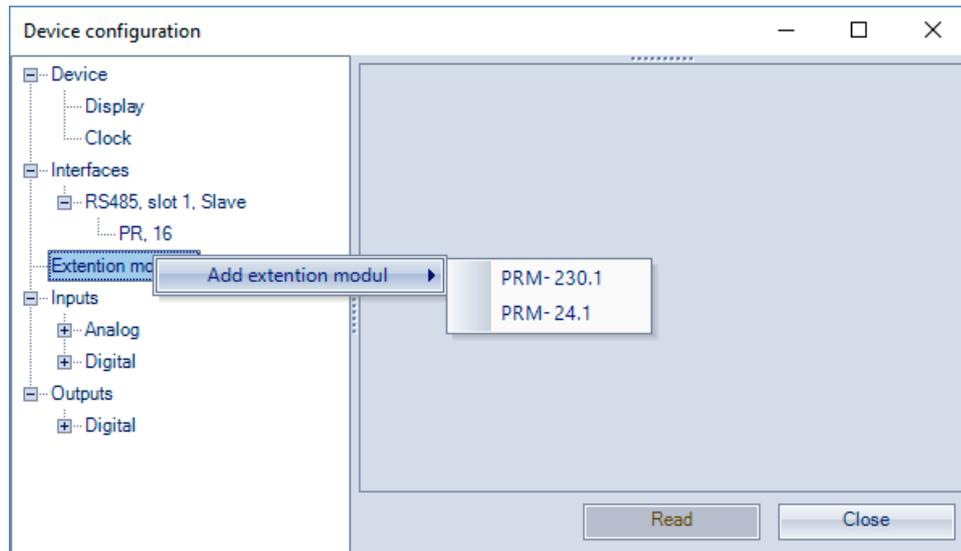

Abb. 5.1
- fügen Sie das PRM-Modul über das Kontextmenü hinzu (Abb. 5.1)